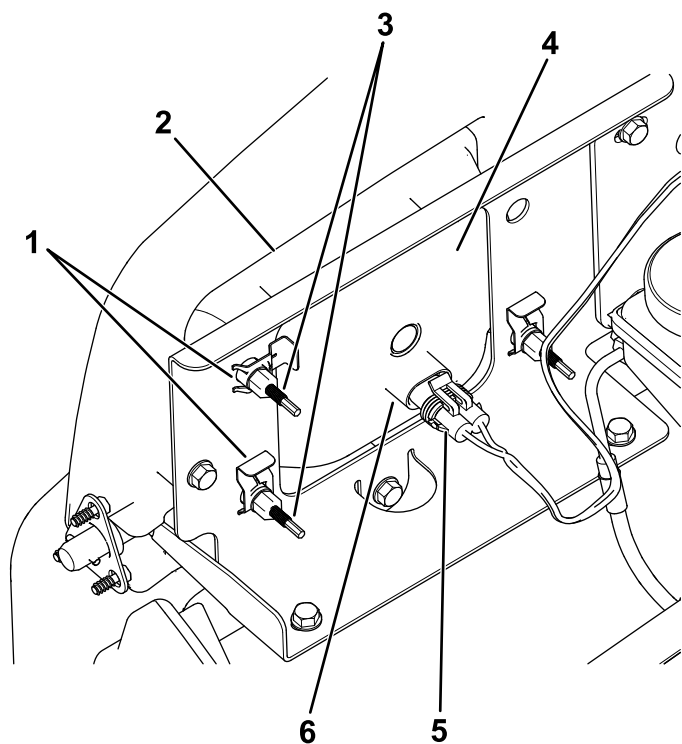

図 49
3. ランプアセンブリのコネクタから、ハーネス用のコネクタを外す 図 49。
4. ヘッドライトをヘッドライトブラケットに固定しているスピードクリップを外す 図 49。
5. ヘッドライトアセンブリ全体を前に押出して、前バンパーから外す 図 49。
6. 取り付け穴に新しいヘッドライトを取り付ける 図 49。
8. ハーネス用のコネクタを、新しいランプアセンブリのコネクタに接続する 図 49。
5. ヘッドライトアセンブリの裏側部分にある調整ねじ 図 49 を回してヘッドライトアセンブリの角度を変えてビームの方向を調整する。